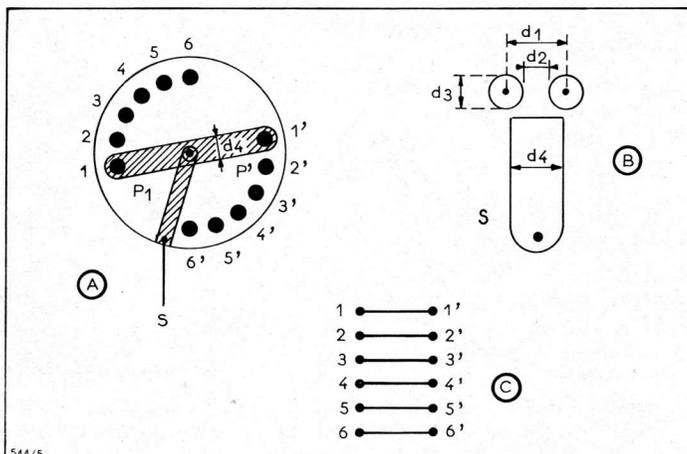

Fig. 5
Il ne faut pas que pendant le passage d'une position à l'autre, le contact entre S et les plots soit rompu. En effet si cette coupure se produisait, la seule résistance en circuit serait $r + r' = 1000 \Omega$ qui n'admettra qu'un courant de 100 μA au maximum. Le galvanomètre, traversé par 400 mA donc un courant de $400000/100 = 4000$ fois plus grand, sera détruit en moins de temps qu'il ne faut pour le dire, Pour éviter la coupure de contact pendant la rotation du commutateur S on le choisira d'un modèle à deux pôles P et P' (voir fig. 5 (A) chacun à dix positions, respectivement 1, 2, 3, 4, 5, 6 et 1', 2', 3', 4', 5' et 6'.
Ceci n'est pas suffisant. En (B) de la figure 5 on indique diverses dimensions d :
En (C) figure 5, on indique la réunion à effectuer entre les plots de même rang, tels que 3 et 3' par exemple.